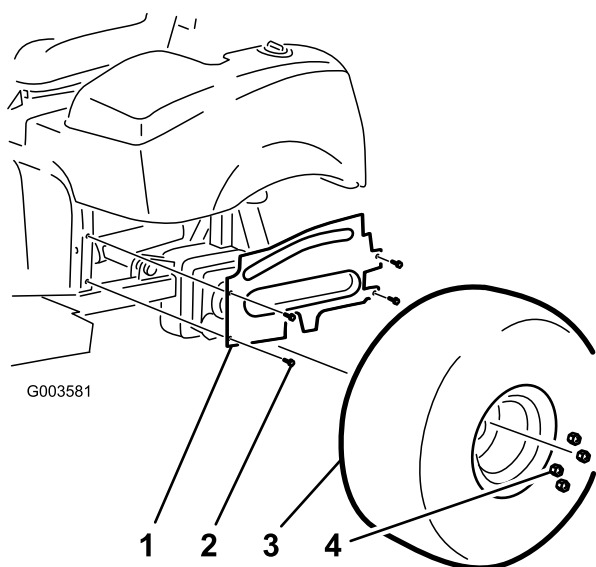

图 4
- 卸下将左轮护罩固定到机架的 4 个凸缘头螺丝图 4。拆下并保留护罩。